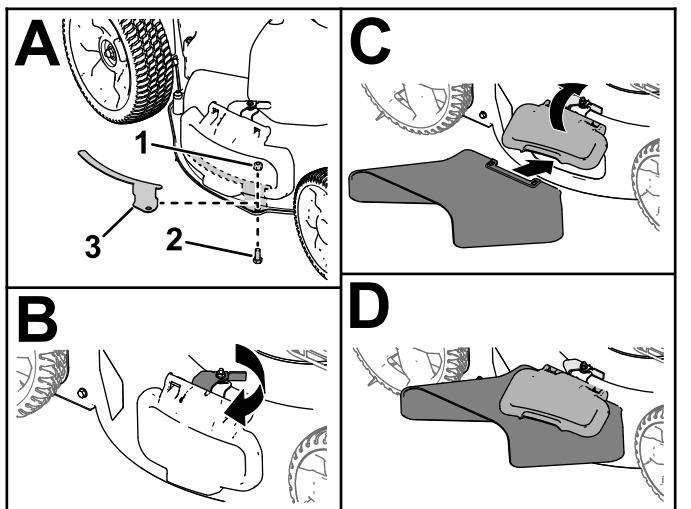

Figura 19
1. Rimuovete la staffa e i dispositivi di fissaggio del deflettore di scarico laterale (A della Figura 19).
2. Sbloccate e sollevate il deflettore laterale e montate il camino di scarico laterale (B, C e D della Figura 19).
Importante: Montate la staffa del deflettore quando non state utilizzando il camino di scarico laterale (A della Figura 19).